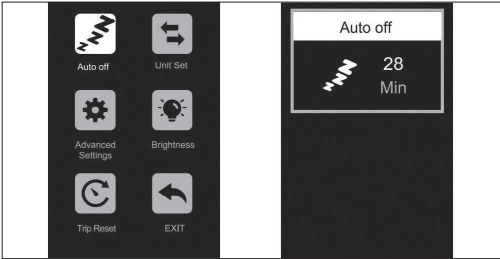

Abbildung 4-1
**Auto Aus:** Wenn Sie diese Einstellung betreten, können Sie die automatische Abschaltzeit anpassen, wie in (Abbildung 4-1) gezeigt.